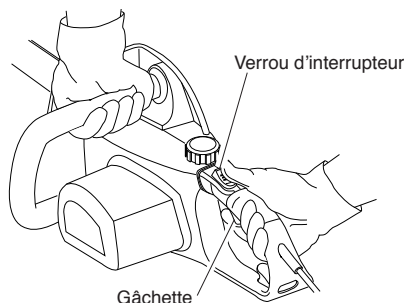

Figure 6 - Emplacement du bouton de verrouillage et de la gâchette
3. Se servir des deux mains pour tenir la tronçonneuse. Toujours utiliser la main gauche pour saisir la poignée avant et la main droite pour saisir la poignée arrière. Tenir fermement. Les pouces et les doigts doivent entourer les poignées. (Voir la Figure 6.)
5. Lorsqu'on est prêt à faire une coupe, pousser complètement vers l'avant avec le pouce droit le bouton de verrouillage et appuyer sur la gâchette (Voir la Figure 6). Ceci met la tronçonneuse en marche. Elle s'arrête quand on lâche la gâchette. S'assurer que la chaîne tourne à la vitesse maximum avant d'entamer l'entaille.